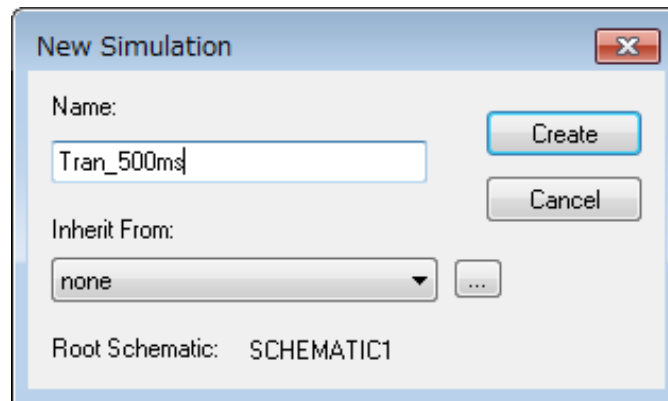

図 5.2 「New Simulation」画面
- (1) OrCAD® Capture メニューバー上の「PSpice」-「New Simulation Profile」をクリックすると、図 5.2 の「New Simulation」ウインドウが表示されます。任意のプロファイル名を指定し、「Create」をクリックしてください。